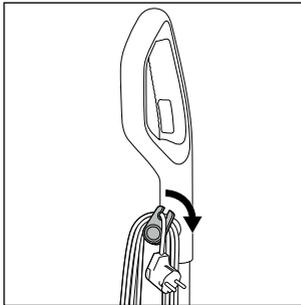

Fig. 16
- ◆ Desfășurați complet cablul de alimentare **17** de la suporturile superior și inferior de cablu **16/20**. Pentru a desfășura rapid cablul de alimentare **17** de la suporturile de cablu **16/20** trageți puțin în afară suportul superior de cablu **16** și rotiți-l în jos (a se vedea fig. 16).